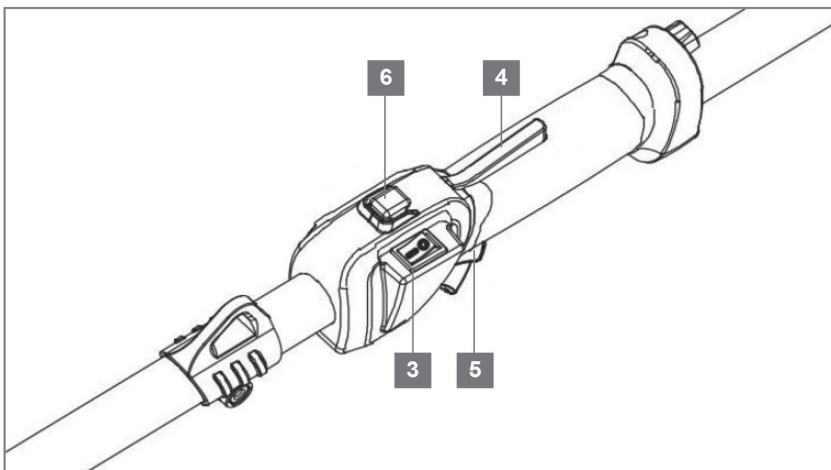

Рис. 11
- Выключатель зажигания модели (3) всегда находится в положении «I» (включено), что упрощает процесс запуска
- Нажмите на рычаг разблокировки курка газа (4), и не отпуская его, нажмите на курок газа (5) и зафиксируйте нажатое положение, нажав на кнопку фиксатора курка газа (6) (рис. 11).